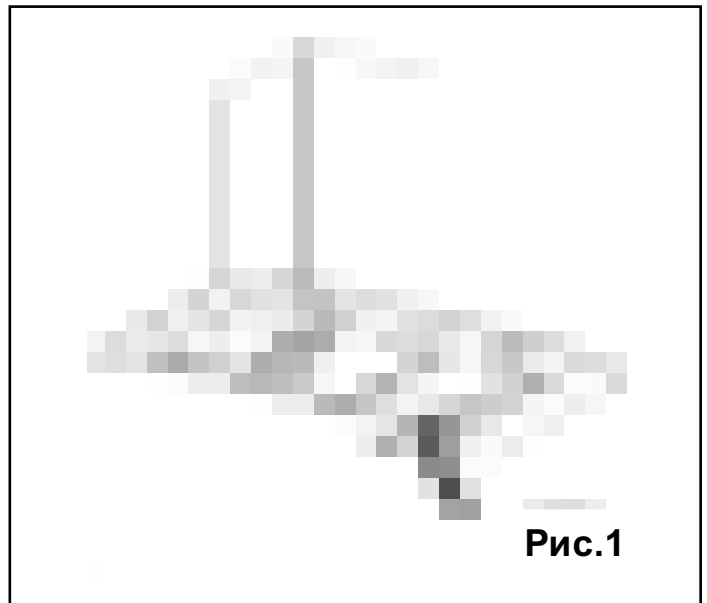

Рис.1
• Демонтаж жиропоглощающих фильтров (рис. 1)